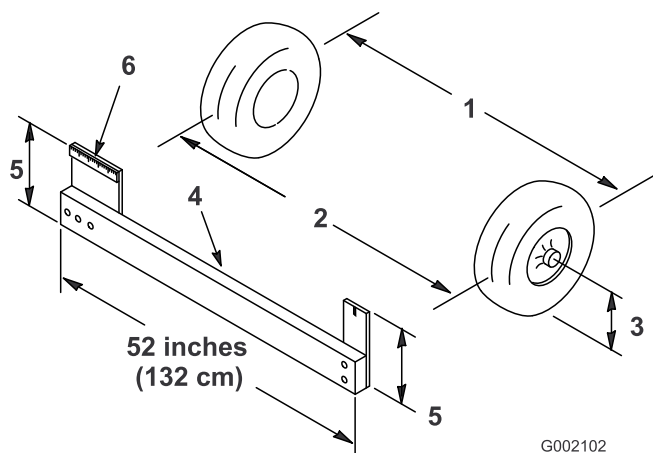

Bild 15
1. Messen Sie den Abstand zwischen beiden Vorderreifen auf Achshöhe (an der Vorder- und Rückseite der Vorderreifen) (Bild 15). Eine Messlehre ist für das hintere Maß der Vorderreifen auf Achshöhe erforderlich. Benutzen Sie das gleiche Maß für das genaue Vermessen der Vorderseite der Vorderreifen auf Achshöhe (Bild 15).